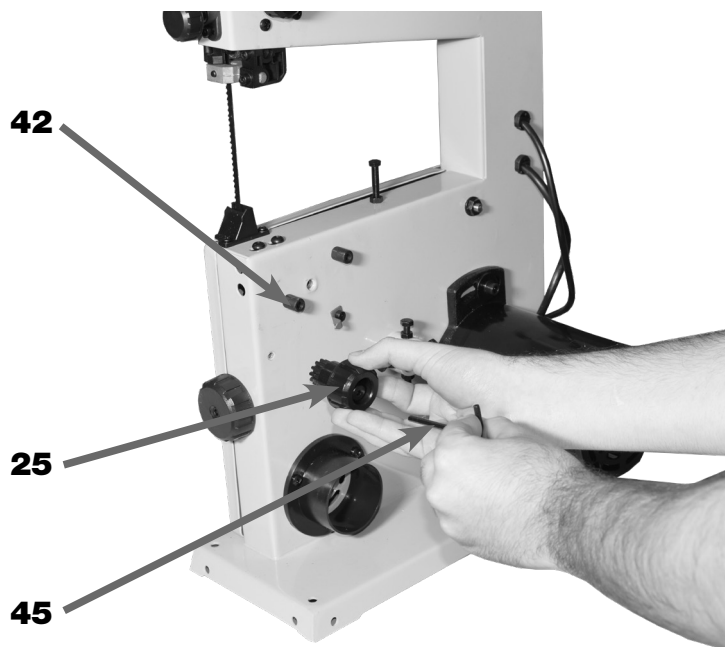

FIGURA 14 – Remoção do Manípulo de Giro da Mesa
4. REMOVER o Manípulo de Giro da Mesa (25) com auxílio da Chave Allen 4 mm (45) figura 14;